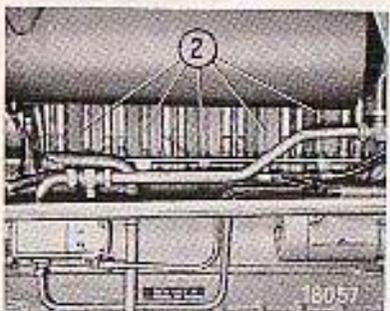

Bild 79
Zum Reinigen sind das Lüftführungsoberteil ① auf der Einspritzpumpenseite und die Abschirmbleche ② auf der Abluftseite abzunehmen (Bild 79).